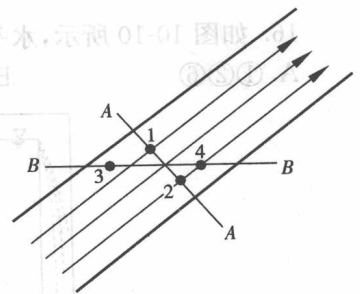

图 10-6
8. 如图 10-6 所示,等直径管考虑损失,A-A 断面为过流断面, B-B 断面为水平面,则 1、2、3、4 各点的物理量的关系是( )。